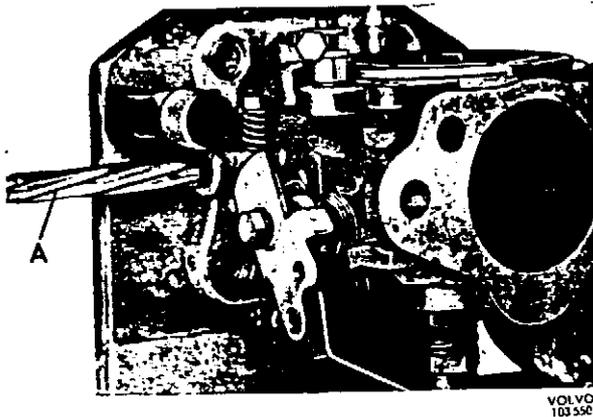

Abb. 110 Aufreiben der Buchse
5. Bolzen des Ständers weitere 90° drehen und die eingetriebenen Buchsen mit Reibahle SVO 2401 aufreiben, siehe Abb. 110.